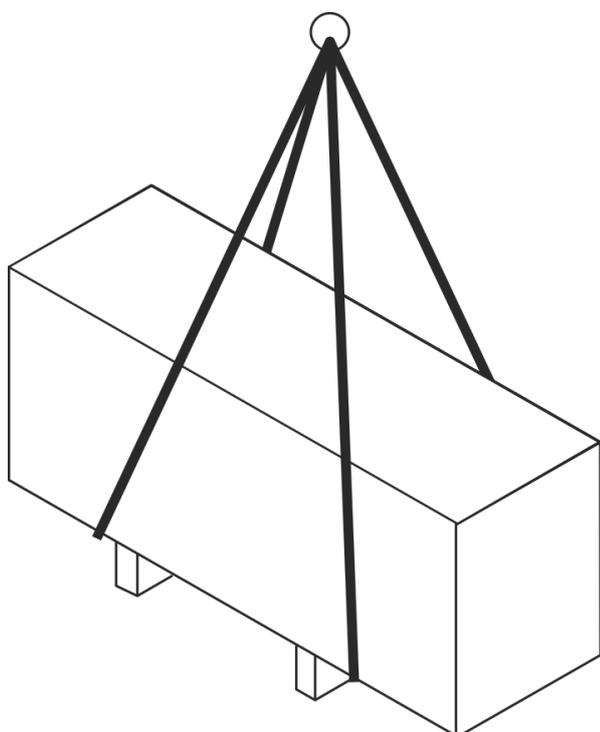

Рис. 24 Транспортировка упаковки с помощью крана
1. Закрепить груз с помощью тросов, ремней или многоточечных подвесных устройств, как показано на рис. 24. При необходимости нужно соблюдать указания по подвешиванию, приведенные на упаковке.